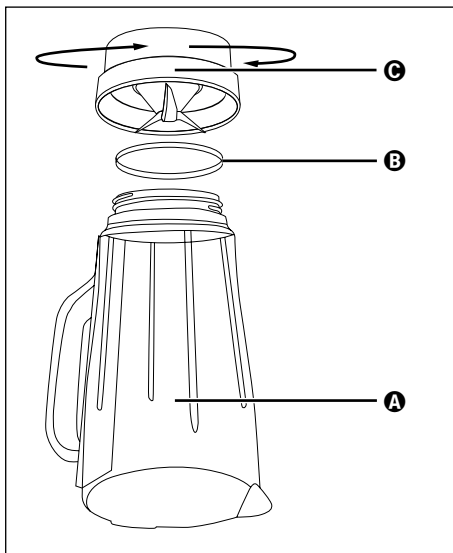

Abb. 4
- 2) Stellen Sie das Gerät auf den Kopf und drehen Sie das Plastikteil ③ des Mixaufsatzes ③ gegen den Uhrzeigersinn, so dass es sich vom Glasteil ① des Mixaufsatzes ③ lösen lässt (siehe Abb. 4).
- 4) Sie können den Dichtungsring ⑤ bei Bedarf vorsichtig aus dem Plastikteil ③ entnehmen. Reinigen Sie ihn in milder Seifenlauge und spülen Sie ihn mit klarem Wasser ab.